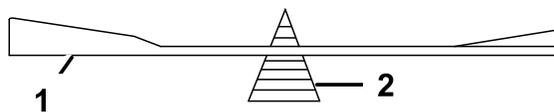

Рисунок 76
2. Проверьте балансировку ножа с помощью балансирующего устройства для ножей (Рисунок 76).